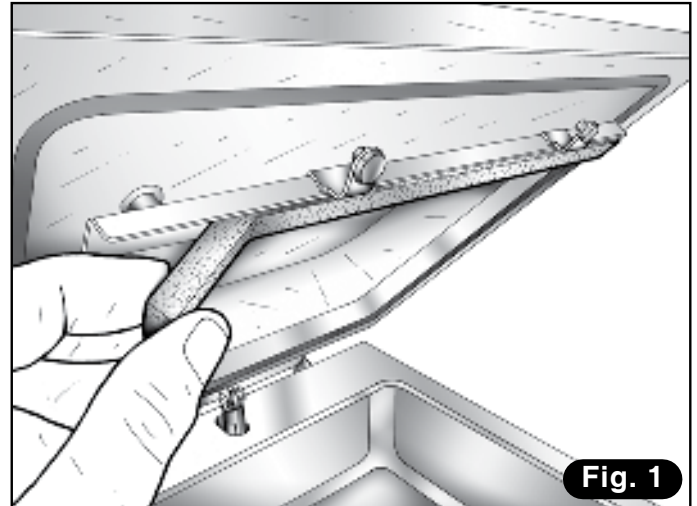

Fig. 1
- 2) Rimuovere il profilo in silicone dalla barra di contropartita (**Fig. 1**).